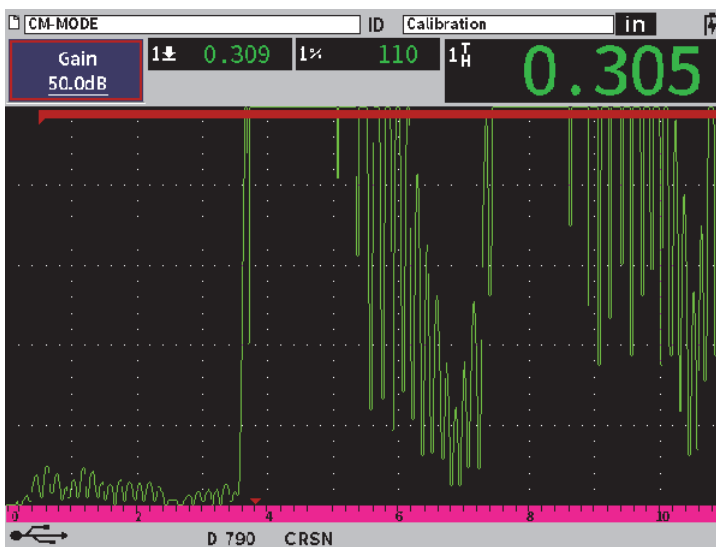

Figura 11-39 Regolazione del valore del guadagno in modalità precisione
3. Selezionare **Guadagno** e ruotare la manopola di regolazione per regolare il valore del guadagno (vedere Figura 11-39 a pagina 228).